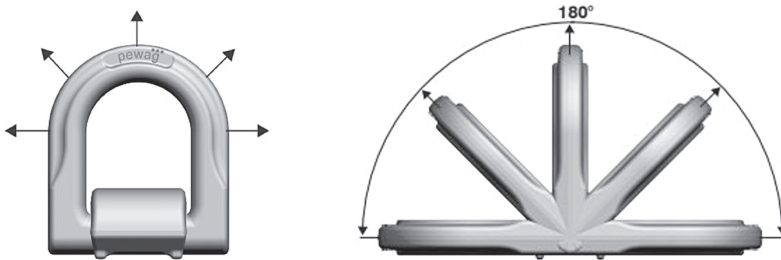

Fig. 1: Direzioni di trazione ammissibili che si verificano se utilizzato in modo corretto
- Il carico deve essere sempre posizionato nella posizione indicata (fig. 1 della sezione 2 del presente manuale), con la massima capacità di carico secondo la tabella 1 e tenendo in considerazione le condizioni di esercizio indicate nella sezione 2.
CARICO: Il carico deve essere sempre posizionato nella posizione indicata (fig. 1) con la massima capacità di carico basata sulla tabella 1 e tenendo in considerazione le condizioni operative come qui specificato.
- La direzione di trazione non si trova nella zona specificata dalla fig. 1.